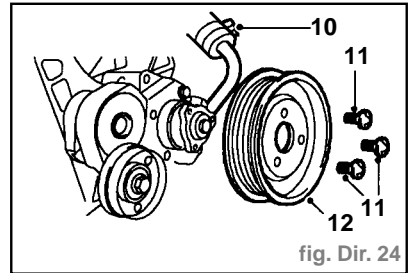

fig. Dir. 24
- Desserrer le collier (10) et débrancher le flexible de la pompe (Fig. Dir. 24).
- Saisir la pompe de direction assistée dans un étau muni de mordaches, immobiliser la poulie et enlever les 3 vis **Torx Tx30** (11) maintenant la poulie sur la pompe.